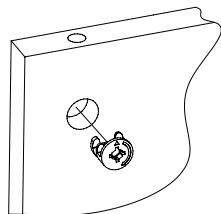

Рис.2
3. Вставить головки минификсов в соответствующие плоскостные отверстия крышки 1, боковин 3, 4, полок 6, 7 (Рис. 2).